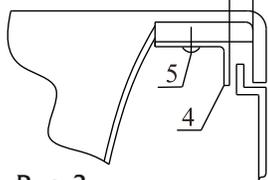

Рис. 2
2. С помощью саморезов 4,2 x 13 (поз. 5) прикрепить стопорный уголок (поз. 4) к нижнему краю ванны на расстоянии 15 мм от борта, по рис. 2.